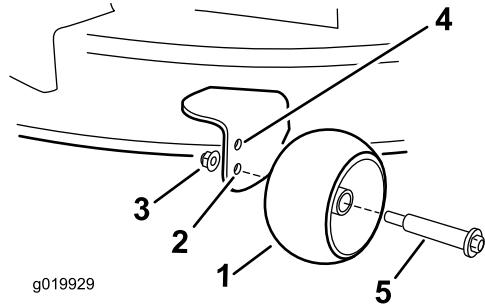

図 31
- 上の穴刈高が 63 mm 以下の場合に使用図 31。
- 下の穴刈高が 76 mm 以上の場合に使用図 31。